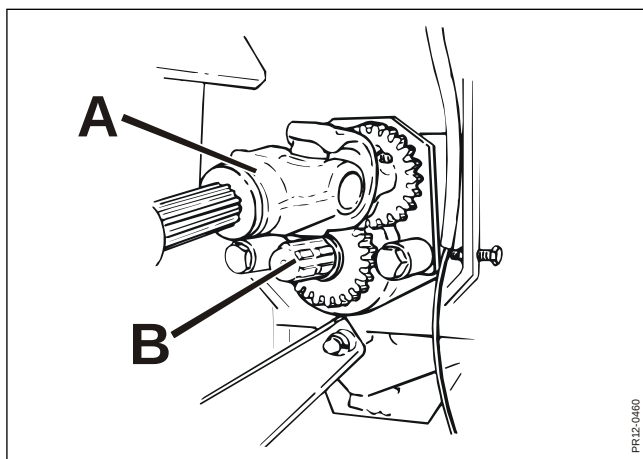

Fig. 6-9
- Fig. 6-9** 2) Flytta rotorns KO-axel **A** till den andra axeltappen i **pos. 1**, där kugghjulen
- Fig. 6-9** 4) Efter avslutad reversering kopplar du ur traktorns kraftuttag igen, stänger av traktorn och flyttar tillbaka KO-axeln **A** till axeltappen **B** för drivning av rotorn.